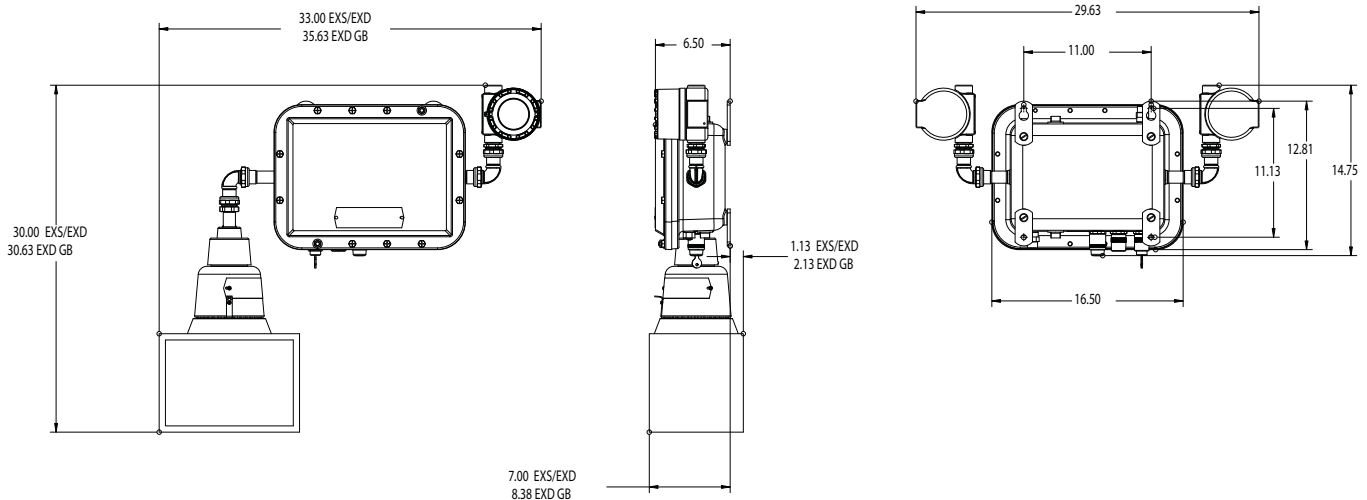

Figura 1. Dimensiones del ELPS502 y ELPS502 EXS / EXD
1. Seleccione un lugar de montaje que ofrezca la fuerza y la rigidez necesarias para soportar la fuente de alimentación y los accesorios de iluminación. La Figura 1 muestra las dimensiones generales y dimensiones de montaje para las cuatro patas de montaje.